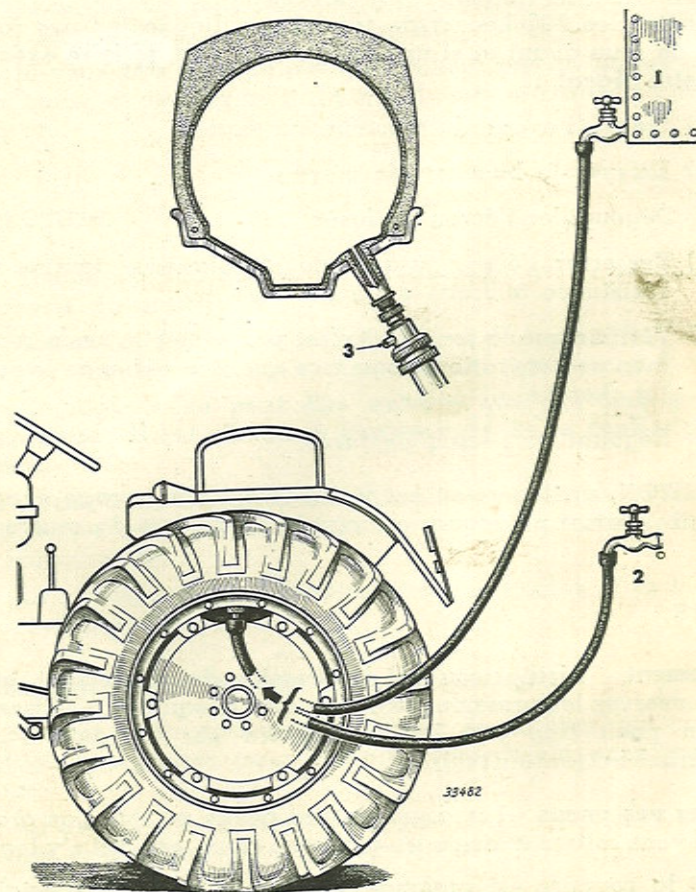

Figure 34. — Gonflage des pneus à l'eau.
L'opération de remplissage, de même que toutes les vérifications de pression doivent toujours s'effectuer en ayant soin de mettre la valve en haut (voir fig. 34).
Pour le remplissage rationnel, il faut employer le raccord spécial muni d'un clapet d'évacuation d'air (voir fig. 34). Celui-ci se trouve dans la trousse d'outillage.
- 2° Placer la valve en haut (fig. 34).